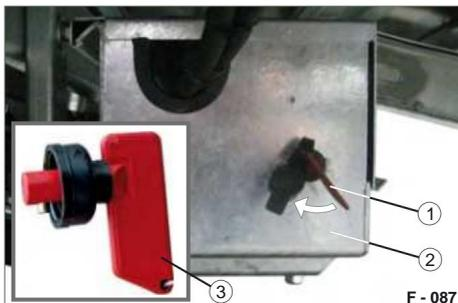

Fig. 40 Unità elettroidraulica attivata
- ÿ Inserire la chiave a bussola (Fig. 40/3).
- ÿ Ruotare l'interruttore di alimentazione principale (Fig. 40/1) su ON.